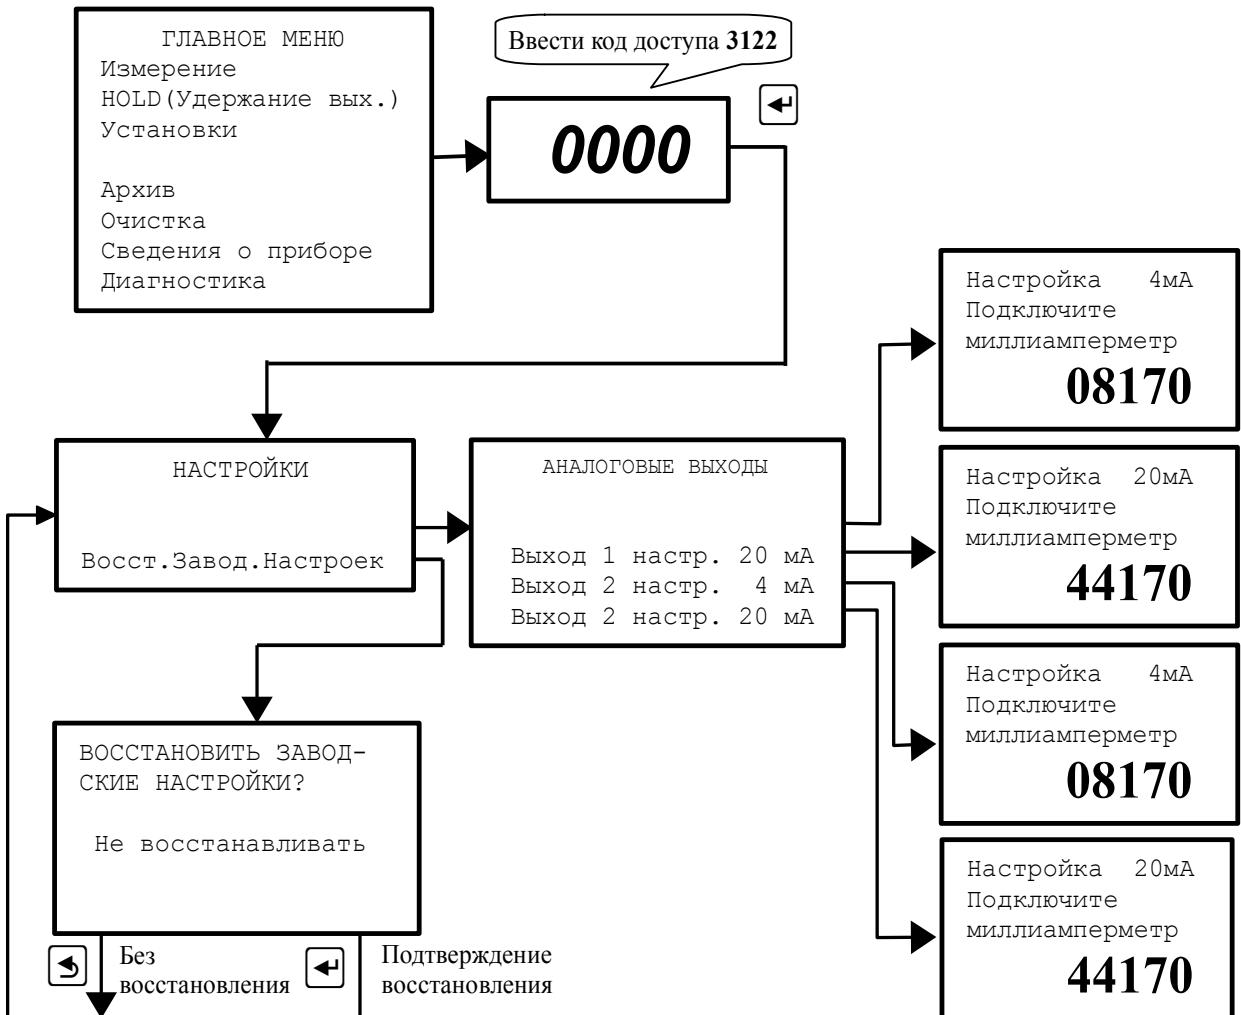

Рисунок 18 - Меню «НАСТРОЙКИ»
4.3.4.1 Вход в это меню защищён паролем, поскольку в нём возможно изменение метрологических настроек анализатора. Для входа в меню необходимо ввести код доступа «3122», выбрать действие и подтвердить кнопкой (Рисунок 18).
4.3.4.2 В этом меню в случае отклонения метрологических характеристик анализатора по выходному току могут быть подстроены аналоговые выходные сигналы. Для этого каждый аналоговый выход ИП должен быть подключен к миллиамперметру. Для каждого выхода должны быть настроены значения токов 4 мА и 20 мА. Процедура настройки изображена на Рисунок 18.